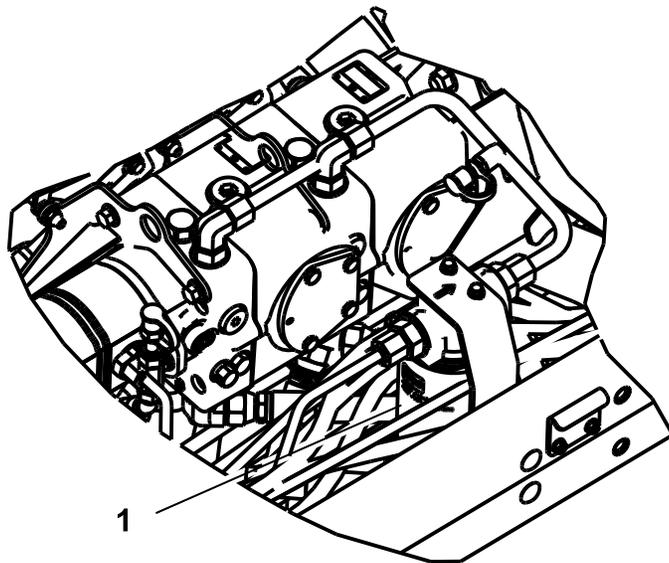

图74
2. 清洁过滤器安装区域的周围，并在过滤器下面放置一个放油盘（图74）。